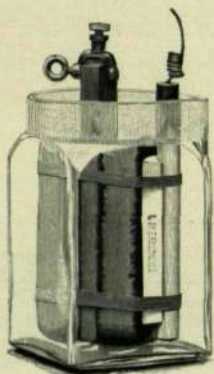

Fig. 18.
**No. 585. Grosses Leclanché-Element (Fig. 18)**